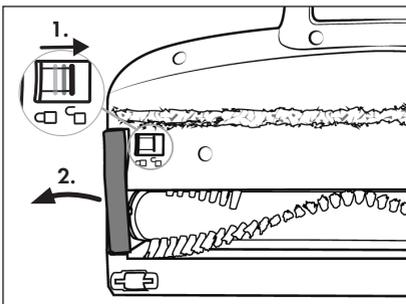

Fig. 24
- 2) Déverrouillez le rouleau brosse 21 en faisant glisser le dispositif de déverrouillage du rouleau brosse 19 avec le doigt vers le symbole □ (ouvert). Retirez alors le support pour rouleau brosse 20 de la brosse de sol 22 (voir fig. 24).